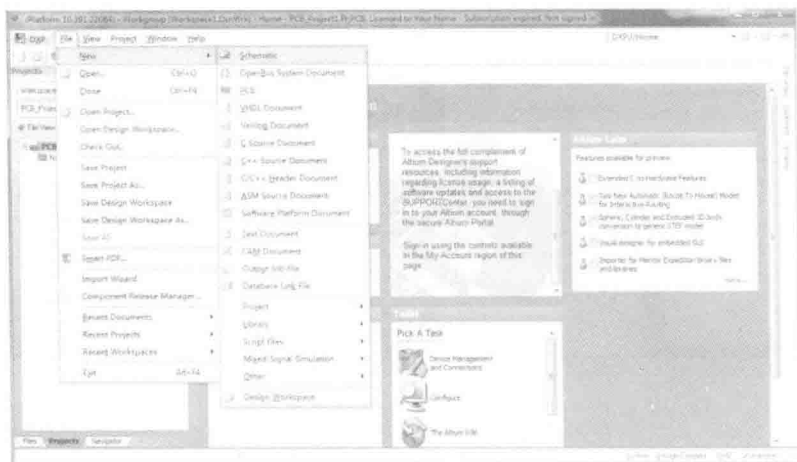

图 1-15 新建电路原理图文件方法 1
(1)方法 1:在当前工程文件下,打开“File”菜单,选择“New”—“Schematic”命令,如图 1-15 所示。